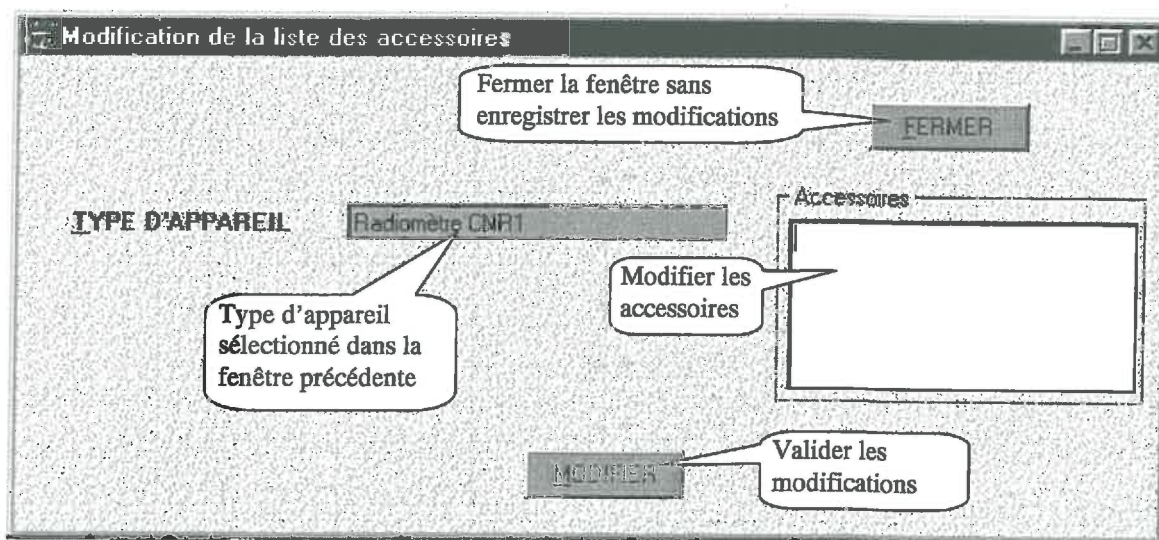

Fig.31 : Fenêtre de modification de la liste des accessoires d'un type d'appareil
- La fenêtre suivante s'ouvre (fig.31):
- La fenêtre fig.31 ou un bouton ne s'affiche pas : contacter l'administrateur